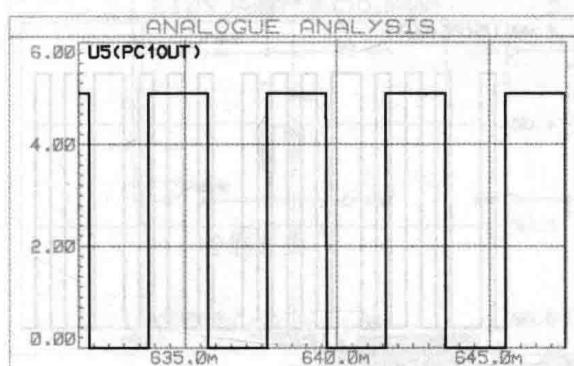
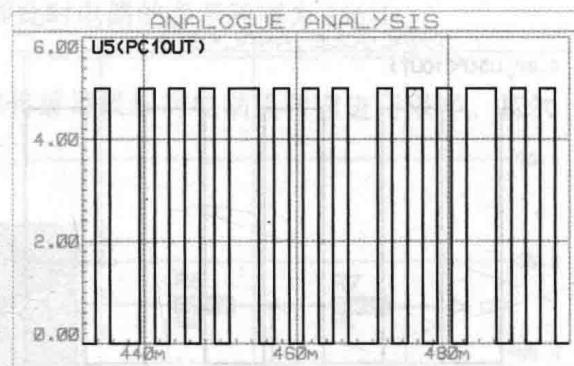

图 1-6 锁相环输出波形图 1
图 1-12 锁相环电路输出波形 7
在本次设计中，锁相环鉴相模块选择的是芯片 4046。芯片的 3 引脚的输入是经霍尔传感器采集回来的脉冲信号，14 引脚输入时钟信号。芯片输出 PWM 波来控制电动机的转速。具体仿真情况分为两大类，时钟信号分别为 256Hz 与 128Hz。在这两类中又分别测试了不同比较信号下锁相环的输出情况。其仿真图如图 1-6 ~ 图 1-12 所示。
① 输入比较信号为 256Hz 方波信号，如图 1-6 所示。
⑥ 输入比较信号为 32Hz 方波信号，如图 1-12 所示。